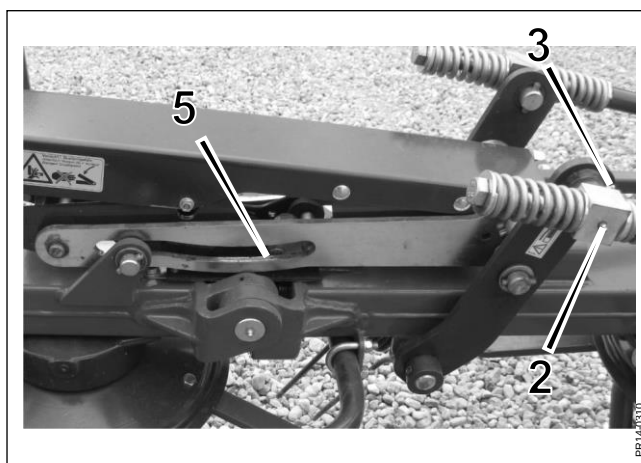

Fig. 8-6
- Fig. 8-6 2. Articulation - toutes les semaines/50 heures**